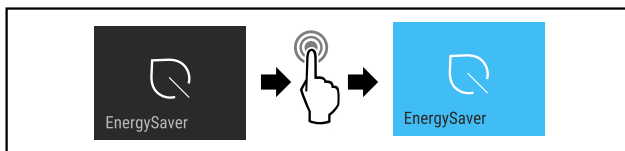

Fig. 16
- Eseguire i passaggi (vedere Fig. 16).